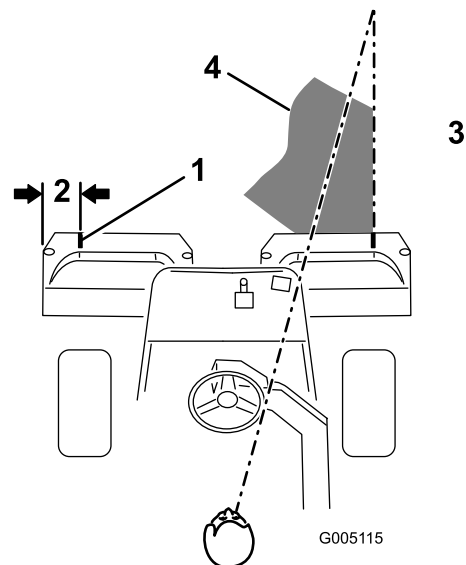

図 9
- その位置に白色テープか白ペンキで集草箱の縁と平行に目印を入れる **図 9**。